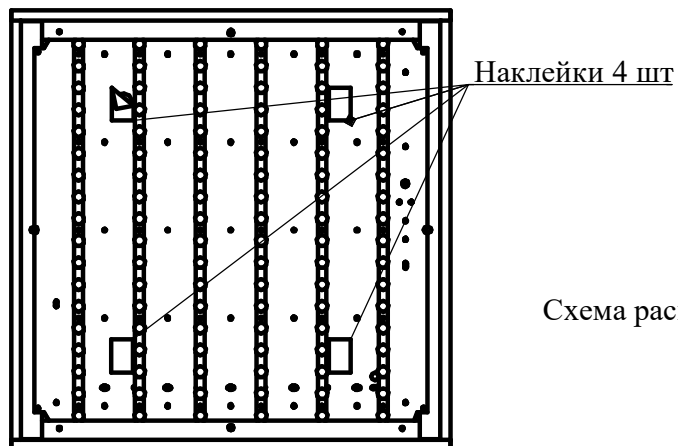

Рис.3
6.6 При необходимости отверстия на панели можно заклеить наклейками см рис.3.